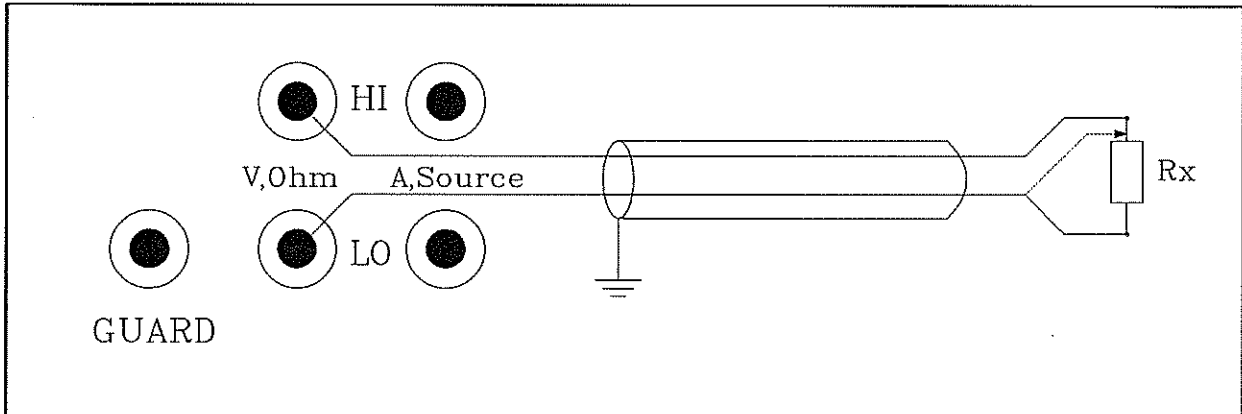

Bild 6.2.1.: Zwei-Leiter-Meßanordnung
Die Meßanordnung (s. Bild 6.2.1.) ergibt akzeptable Meßergebnisse; dies jedoch nur in einem Widerstandsbe-
Die Werte des Meßstromes in dem jeweiligen Widerstandsmeßbereich der beiden DMM 6048 und 6047 können in Kapitel 2.2 nachgeschlagen werden. Die Polarität des durch Rx führenden Stromes ist so festgelegt, daß das mit der oberen Buchse des "Ohm-Source"-Ausgangs verbundene Ende von Rx ein negatives Potential gegenüber dem anderen Ende von Rx besitzt. Es ist stets darauf zu achten (s. auch Bild 6.2.1. bis 6.2.3.), daß das Widerstandsende von Rx, das mit der oberen (HI) Buchse des "Ohm-Source"-Ausgangs verbunden ist, auch mit der oberen (HI) Buchse des "V/k $\Omega$ "-Eingangs verbunden wird. Entsprechendes gilt für die unteren Buchsen.